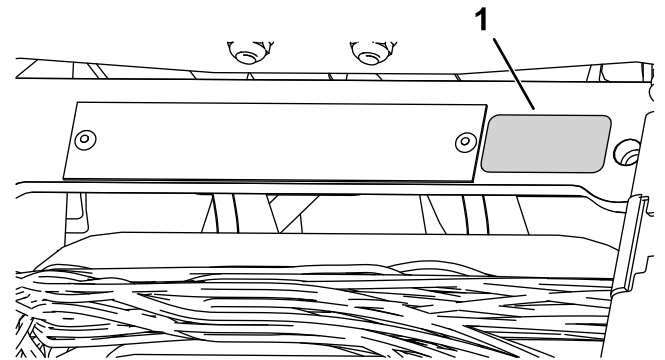

図 15
- シリアルプレートの近くに製造年デカルを貼りつける図 15。